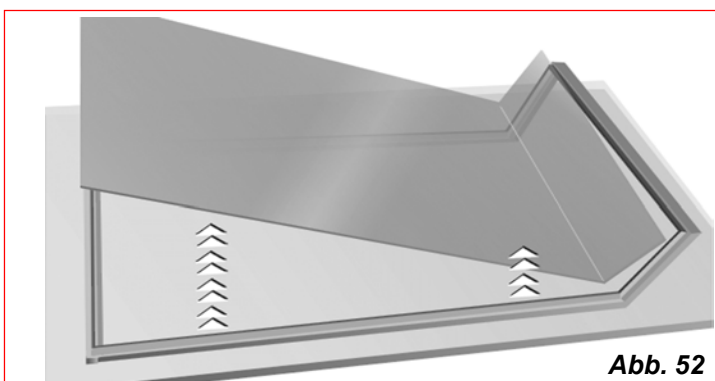

Abb. 52
- Keramikglas abnehmen (Abb. 52).